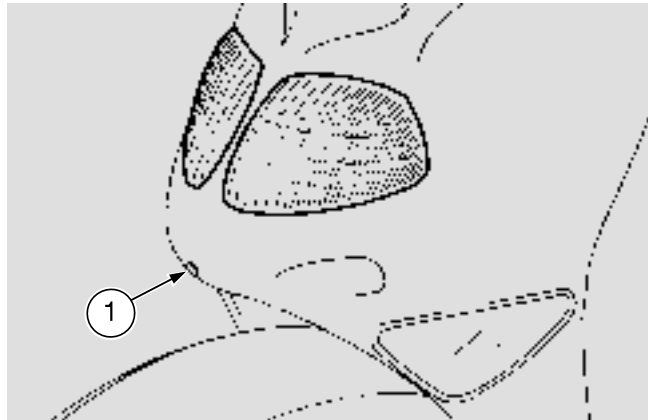

Fig. 48
- ◆ Manœuvrer la vis appropriée (1-Fig. 48) à l'aide d'un tournevis.